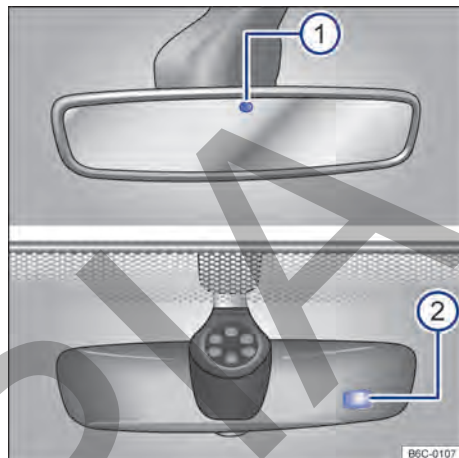

Fig. 82 En el parabrisas: espejo retrovisor interior antideslumbrante automático.
Con la ignición conectada, los sensores miden la incidencia de la luz por atrás → fig. 82 ① y por adelante ②.